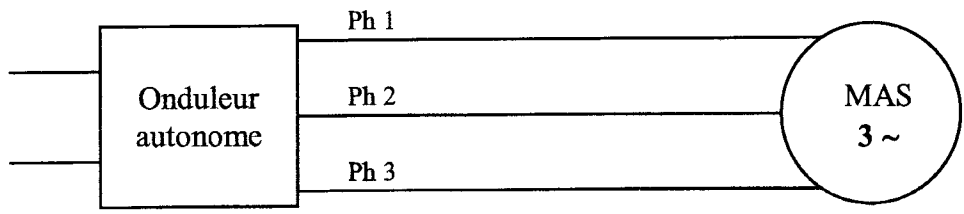

figure 3
2.2. On souhaite mesurer la puissance absorbée  $P_a$  par la méthode des deux wattmètres. Placer sur le schéma, figure 3 du document réponse 1 page 7, les appareils de mesure nécessaires. Préciser l'expression de  $P_a$  en fonction des indications  $L_1$  et  $L_2$  fournies par les appareils.